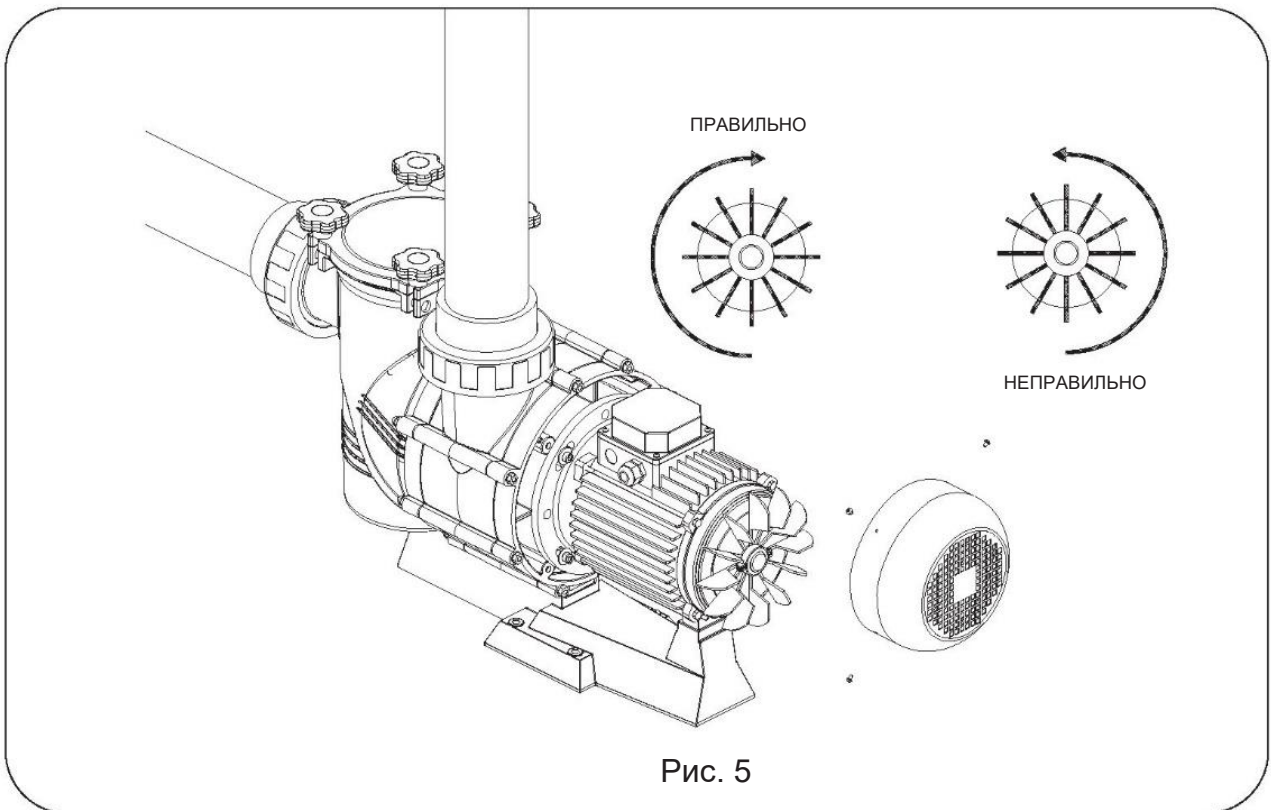

Рис. 5
- Убедиться в правильности направления вращения двигателя, проверив вентилятор с задней стороны двигателя (Рис. 5)